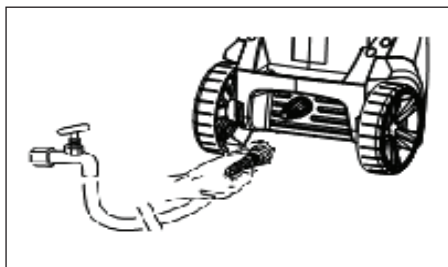

Figura 13 - Conecte la manguera de jardín a la unidad (modelo PW1825)
4. Conecte la manguera de jardín a la unidad (ver la figura 13 y 15).
9. Conecte la manguera de jardín a la unidad (ver la figura 13 y 15).